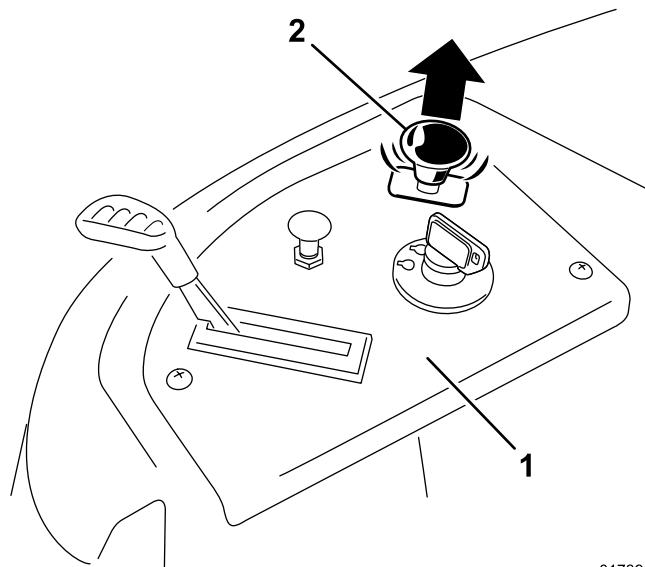

Figura 15
3. Tirate verso l'alto il comando delle lame per posizionarlo su On e innestare le lame (Figura 15).